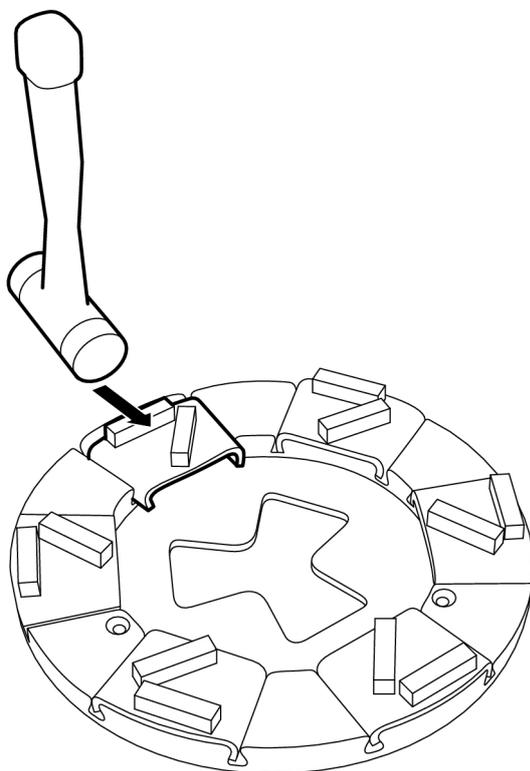

Figura 4-14. Rimozione dell'utensile di levigatura
1. Rimuovere l'utensile di levigatura battendo qualche colpo con un mazzuolo in gomma per sbloccarlo, vedere Figura 4-14, pagina 24. Sollevare quindi l'utensile estraendolo dalla scanalatura guida.